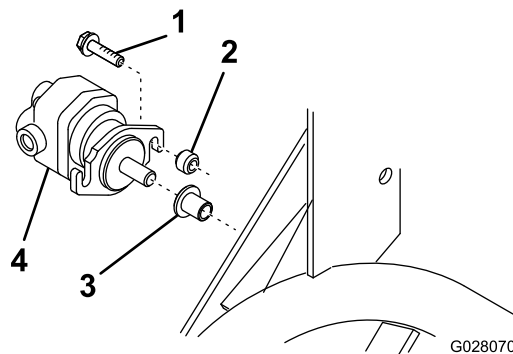

Bild 11
B. Stecken Sie die gerippte Welle des Spindelmotors in das Aufbewahrungsrohr am Rahmen (Bild 11).
C. Verwenden Sie den Flansch des Spindelmotors als Schablone und positionieren Sie ihn wie in Bild 11 abgebildet, bohren Sie dann ein 8,75 mm großes Loch auf der Linie, die Sie in A gezogen haben.